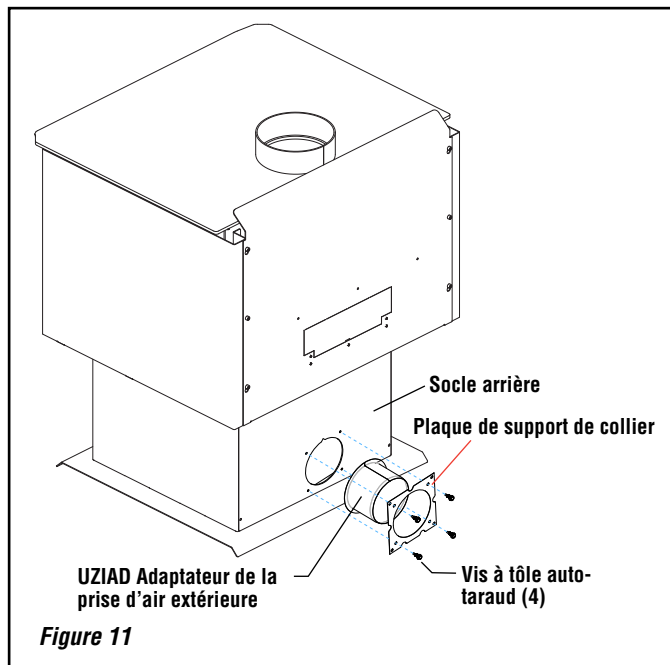

Figure 11
2. **Installer le socle arrière comme illustré à la figure 11.**
Col avec support de col : Centrer le collier de 4 po de diamètre sur l'orifice d'admission d'air, puis le fixer avec le support de collier à l'aide des quatre (4) vis Tek de 5/8 po fournies, en alignant la plaque sur les trous de capture de l'unité. Dans certains cas, les trous de capture ne sont pas percés; dans ce cas, utiliser les vis Tek pour commencer les trous directement (**Figure 11**).
4. **Installation des conduits et registre d'air (voir Figures 11 à 13) -** l'ensemble d'air extérieur peut être installé selon les exigences suivantes:
- b) Le registre d'admission d'air ne doit pas être installé à plus de dix (10) pieds (3050 mm) au-dessus de la base du poêle.
- Installer la prise dans la buse existante du poêle (see **figure 11**).